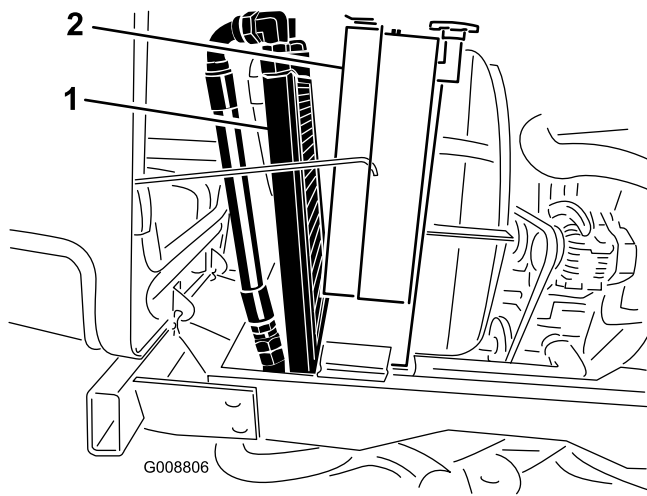

Bild 68
3. Kippen Sie den Ölkühler nach hinten. Reinigen Sie beide Seiten des Ölkühler- und des Wasserkühlerbereichs (Bild 68) gründlich mit Druckluft. Blasen Sie Rückstände von vorne nach hinten heraus. Reinigen Sie dann von hinten und blasen Sie nach vorne. Wiederholen Sie dies mehrmals, bis alle Rückstände entfernt sind